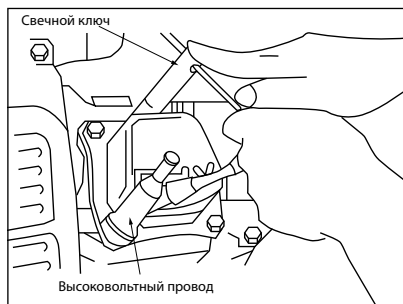
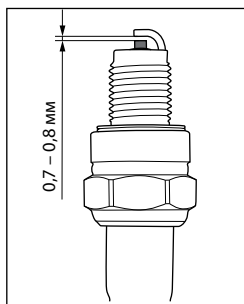

рис. 14
рис. 15
3. Выверните свечным шестигранным ключом, входящим в комплект поставки, и осмотрите свечу (рис. 14). Электроды свечи должны иметь светло-коричневый цвет (рис. 15).
6. Проверьте величину зазора между заземляющим и центральным электродами, используя специальный щуп. При необходимости установите зазор 0,7-0,8 мм (рис. 15).